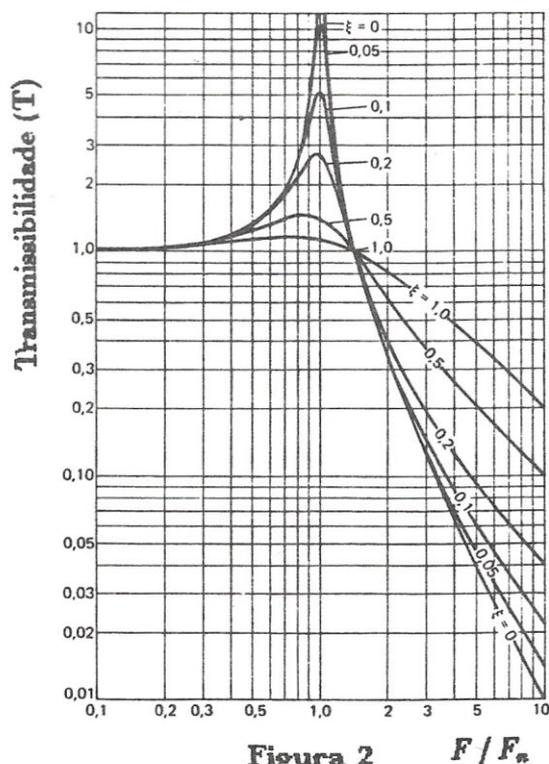

Figura 2  $F / F_n$
A transmissibilidade projetada de 5% é normalmente obtida com a frequência de rotação mais baixa (do conjunto de máquinas rigidamente montadas numa base fixada com isoladores de vibrações) de 4,5 vezes aproximadamente ao da frequência de ressonância do conjunto máquina-fundação. A figura 2 mostra a variação de (T) com  $F/F_n$  (a razão de frequência de rotação em relação a frequência da ressonância ( $F_n$ )). A frequência de ressonância para vibrações do modo vertical (amortecimento nulo) é dada por:
Portanto, sabendo a rotação mais baixa do conjunto (rpm) podemos calcular a frequência de ressonância para certo valor de transmissibilidade (figura 2), por exemplo para  $T = 5\%$ ,  $F_n = 0,22 F$ , onde  $F = \text{rpm} / 60$ .